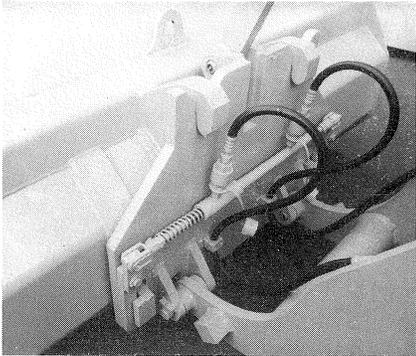

FIG. 27
- (3) Verrouiller avec la manette fig. 16/6 le godet ou l'équipement complémentaire fig. 27.